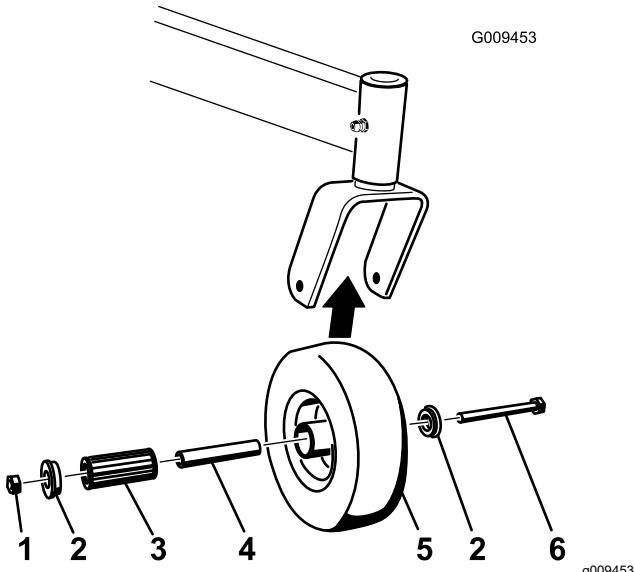

Figure 67
1. Enlevez le contre-écrou et le boulon de fixation de la roue pivotante à la chape (Figure 67).
2. Enlevez une bague, puis sortez la douille pour clé et le roulement à rouleaux du moyeu de roue (Figure 67).
3. Enlevez l'autre bague du moyeu, puis nettoyez la graisse et les saletés éventuellement présentes dans le moyeu (Figure 67).
**Remarque:** Remplacez les pièces endommagées ou usées (Figure 67).
5. Placez une bague dans le moyeu de roue (Figure 67).
6. Lubrifiez le roulement à rouleaux et la douille pour clé, et insérez-les dans le moyeu (Figure 67).
7. Mettez la deuxième bague dans le moyeu (Figure 67).
8. Montez la roue pivotante dans la fourche à l'aide du boulon et du contre-écrou (Figure 67).
9. Serrez le contre-écrou jusqu'à ce que la base de la douille pour clé soit en appui contre l'intérieur de la fourche (Figure 67).